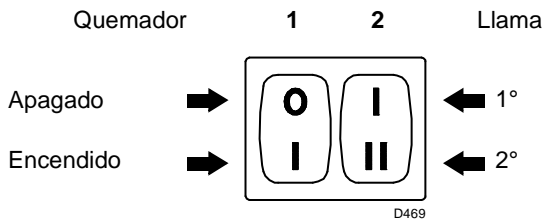
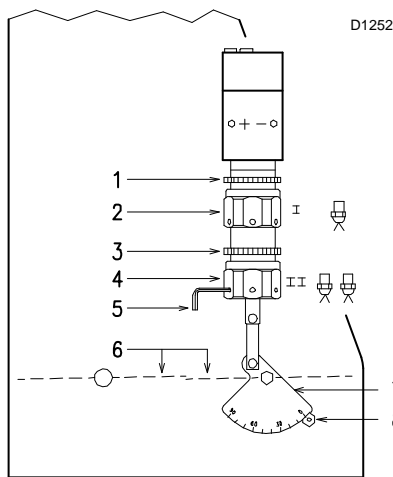

Fig. 20
Fig. 21
- Poner en marcha el quemador cerrando los termostatos y con el interruptor 1) (Fig. 20 pág. 18) en la posición "MARCHA". La bomba debe girar en el sentido de la flecha que hay marcada en la cubierta.
- Cuando el gasóleo sale por el tornillo 3), es indicativo de que la bomba está cebada. Parar el quemador: interruptor 1) (Fig. 20 pág. 18) en posición "PARO" y apretar el tornillo 3).
Situar el interruptor 1) (Fig. 20) en la posición "MARCHA".
Mantener el quemador funcionando en 1ª llama, situando el interruptor 2) (Fig. 20) en la posición 1ª llama. La abertura del registro 6) (Fig. 21) debe ser proporcional a la boquilla elegida: el índice 8) (Fig. 21) debe corresponderse con el número de posición que se indica en el sector graduado 7) (Fig. 21). El reglaje se efectúa girando el hexágono 2) (Fig. 21):
Situar el interruptor 2) (Fig. 20 pág. 18) en posición 2ª llama y regular el registro 6) (Fig. 21) actuando sobre el hexágono 4) (Fig. 21), después de haber aflojado la contratuerca 3) (Fig. 21)
para facilitar la regulación de los hexágonos 2) y 4) (Fig. 21), utilizar una llave hexagonal de 3 mm 5) (Fig. 21).